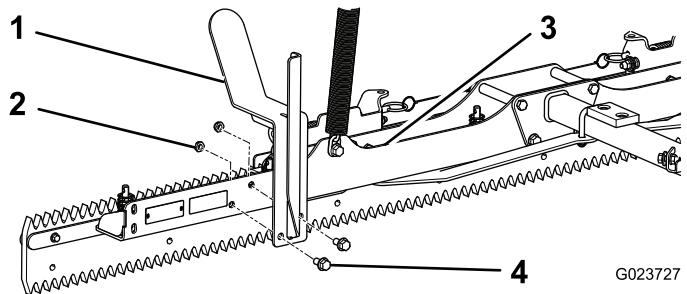

Figure 4
- Alignez les trous du boulon d'un support de rangement sur les trous à l'avant de la plaque inférieure du scarificateur traînant (Figure 4).